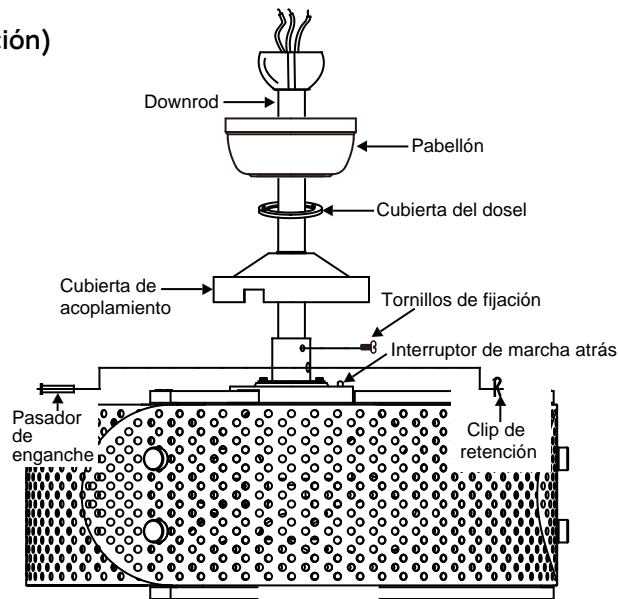

Fig. 9
Paso 8 Deslice la cubierta de acoplamiento, la cubierta de la cubierta y la cubierta sobre la varilla. (Fig. 9)